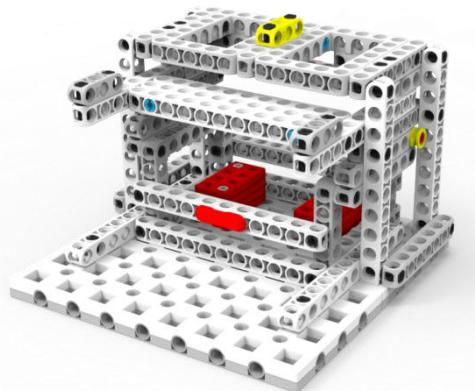

图 14 快件投递完成状态二
3.5.2 机器人推动下方投递框推杆，使投递框移动到快件正下方，在推动上方投递推杆进行投递，使快件投递到投递框内为完成状态，50 分/个；如图 14 所示。